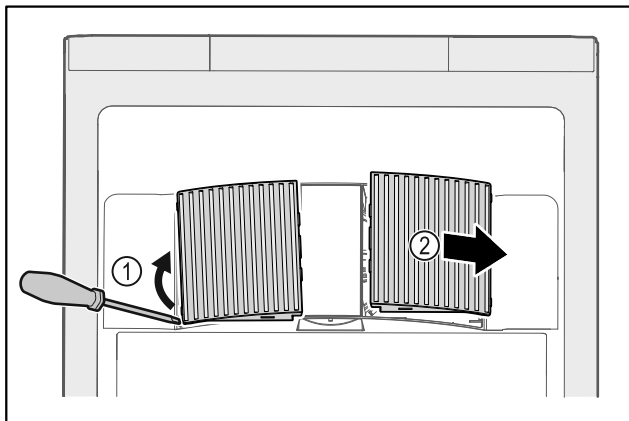

Fig. 47
- ▶ Внимателно повдигнете капациите на вентилаторите от страни Fig. 47 (1) и ги свалете напред Fig. 47 (2).